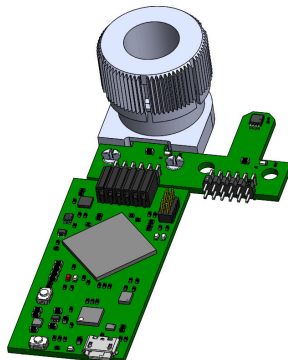

图 3-8. EVM 上的旋推模块
- b. 通过将模块连接到 EVM 来购买和使用旋推模块 ROTATEPUSH-MAG-ACC (请参阅图 3-8)。有关如何使用该模块的更多详细信息，请参阅节 3.2。
2. 将旋转和推送模块连接到 EVM，如图 3-8 所示。